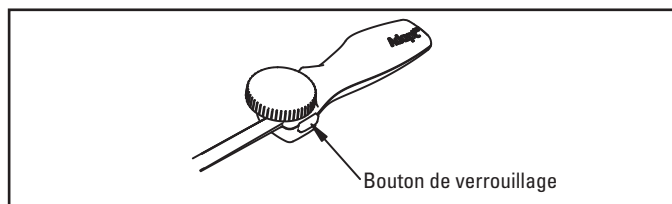

Figure 3. Bouton de verrouillage
8. Appuyer sur le bouton de verrouillage sur le côté de la poignée pour déverrouiller le bouton de commande (voir figure 3). Sous guidage radioscopique, tout en stabilisant la poignée afin qu'elle ne bouge pas, tourner lentement le bouton de commande du déploiement dans le sens contraire des aiguilles d'une montre pour rétracter le cathéter externe du système de mise en place et ainsi lancer le déploiement du stent.